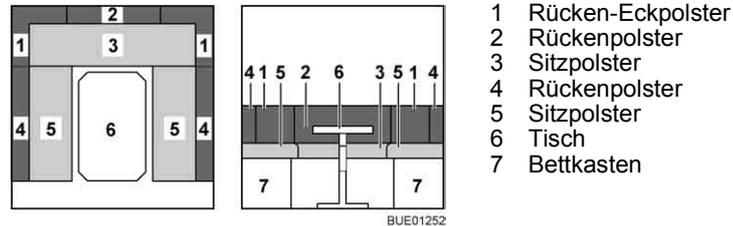

Bild 92 Vor dem Umbau
- Die Rücken-Eckpolster (Bild 92,1) und das Rückenpolster (Bild 92,2) abnehmen und unter dem Tisch ablegen.